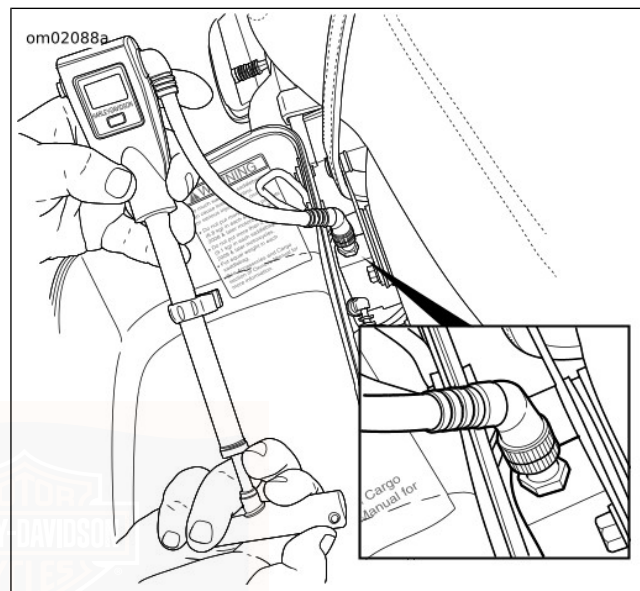

Figure 39. Réglage de la pression d'air de l'amortisseur
1. Appuyer sur le bouton d'alimentation (3) pour mettre l'affichage sous tension.
5. Voir Figure 39. Installer l'adaptateur de valve pneumatique de pompe sur la valve pneumatique.
- b. **Pression de gonflage** : Voir Figure 39. Sortir la poignée. Faire tourner la poignée en position T. Pomper jusqu'à ce que l'affichage indique la pression recommandée. Voir Tableau 23 ou Tableau 24.